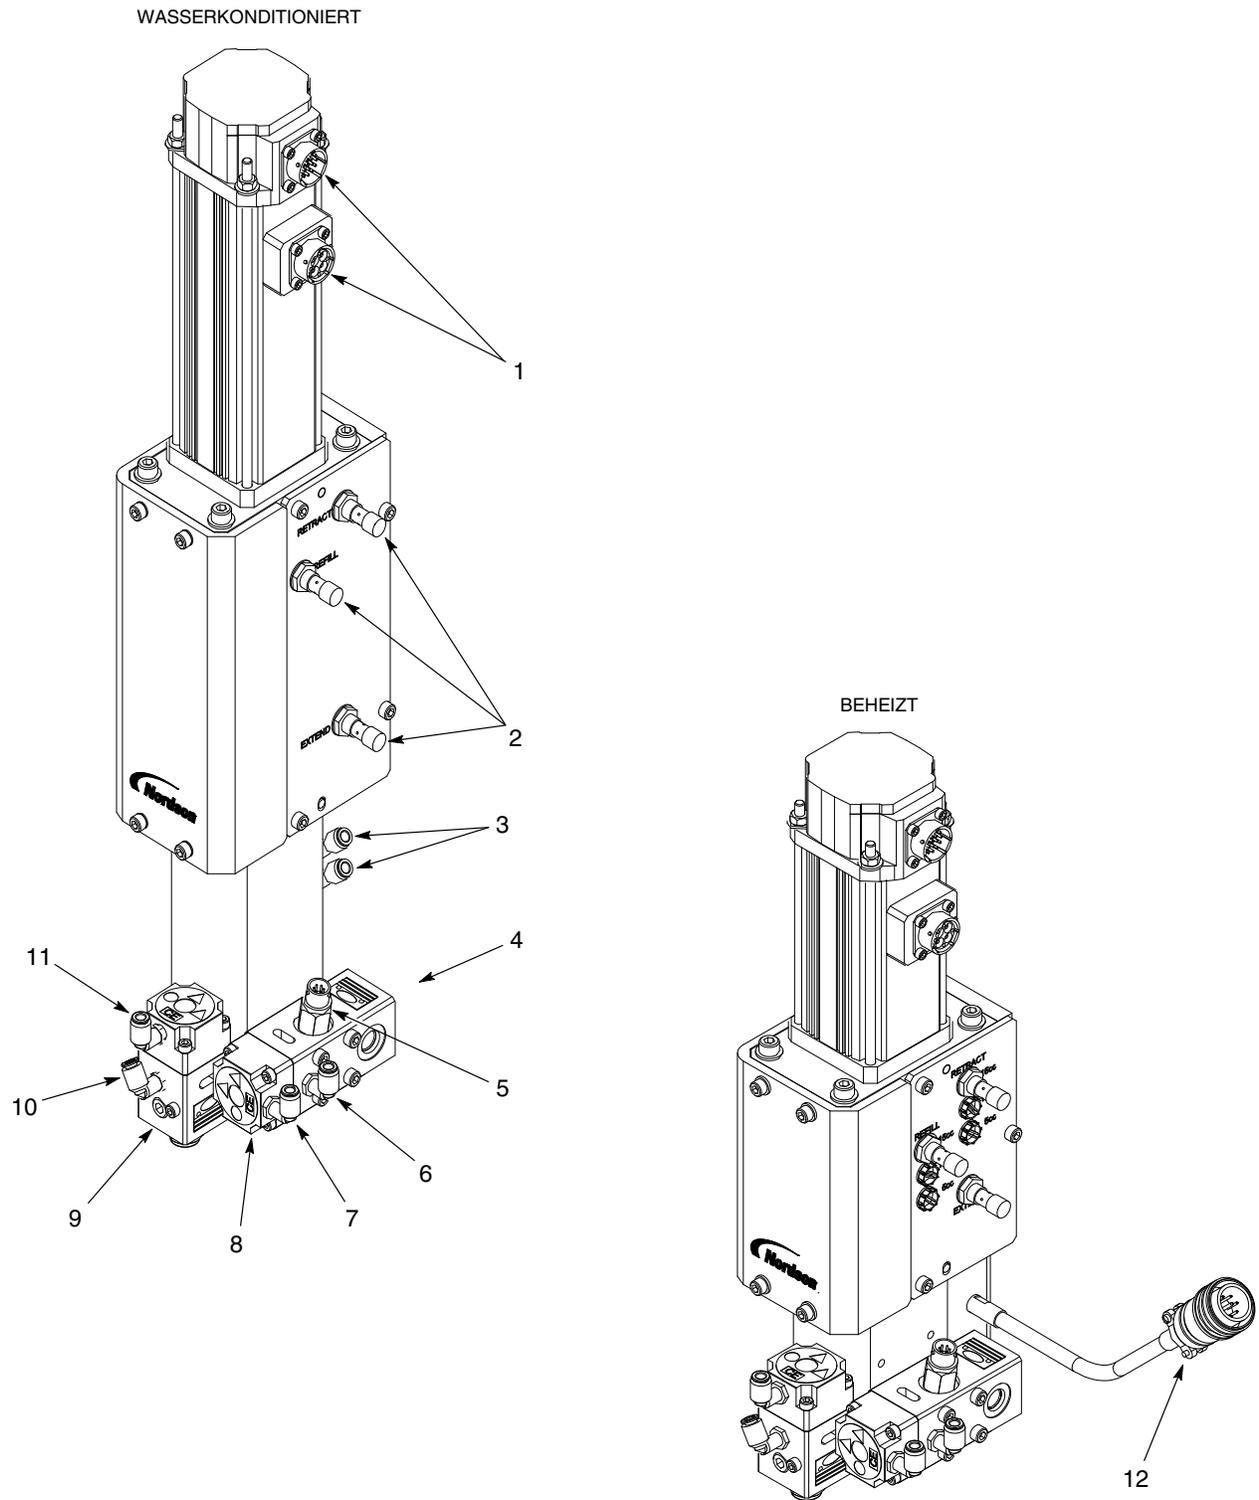

Abb. 7 Typische Anschlüsse
1. Siehe Abb. 7. Die Kabel von der Steuerung an den Steckern (1) anschließen.
2. Die Kabel von der Steuerung an die Näherungssensoren (2) anschließen.
3. Druckwandlerkabel am Druckwandler (5) anschließen.
4. **NUR BEHEIZTE VERSIONEN:** Kabel (12) an die Steuerung anschließen.
1. Siehe Abb. 7. Saubere Werksdruckluft mit mind. 60 psi (4,14 bar) an einen Eingang mit Filter und Regler anschließen.
2. Den Materialschlauch vom Rhino Fassentleerer an den Materialeingangsanschluss (4) anschließen.
3. Die Luftleitungen vom Pneumatiksteuerventil an die Anschlüsse Kopf öffnen (10) und Kopf schließen (11) am Auslassventil (9) anschließen.
4. Die Luftleitungen vom Pneumatiksteuerventil an die Anschlüsse Kopf öffnen (6) und Kopf schließen (7) am Einlassventil (8) anschließen.
- b. Die Wasserleitungen vom Temperaturkonditionierungsgerät an die Anschlussverschraubungen (3) anschließen.